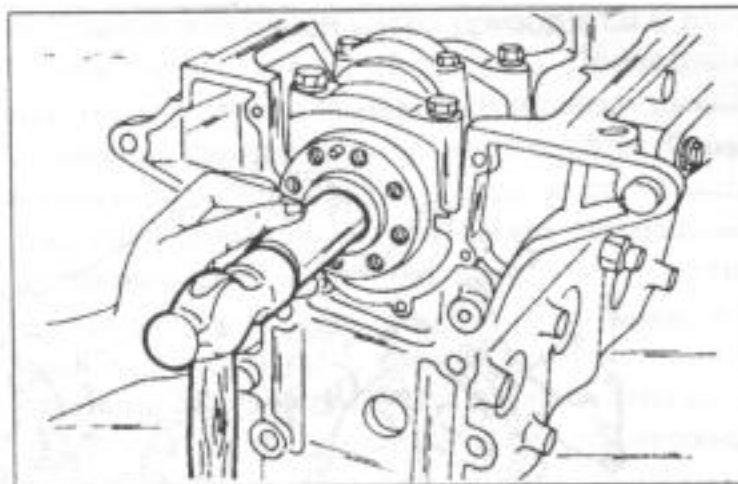

Рис. 103.
- Если был снят центрирующий подшипник двигателя со ступенчатой коробкой передач, то новый подшипник нужно забить куском трубы подходящего диаметра. При этом кусок трубы нужно одеть против внешнего подшипникового кольца, как показано на рис. 103.